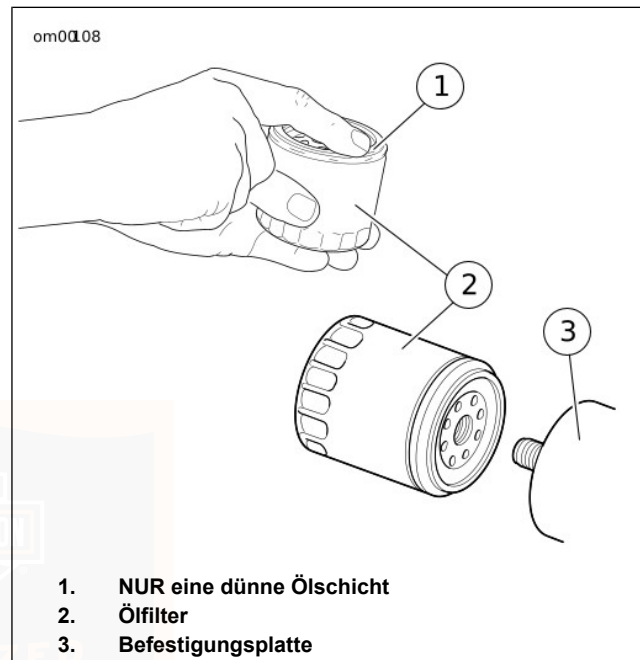

Abbildung 49. Auftragen einer dünnen Ölschicht
8. Siehe Abbildung 49. Die Dichtung mit sauberem Motoröl schmieren und den **neuen** Ölfilter an der Filterbefestigung einbauen. Den Ölfilter um 1/2- bis 3/4-Umdrehung von Hand anziehen, nachdem die Dichtung mit der Filterhalterungsfläche Kontakt hat. Den ÖLFILTERSCHLÜSSEL (TEILE-NR.: HD-42311) nicht zum Ölfiltereinbau verwenden.